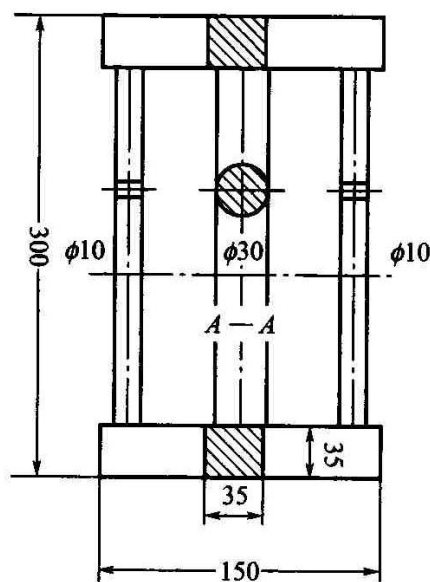

图 2-2-2 应力框铸件
12.图 2-2-2 为应力框铸件，凝固冷却后沿 A-A 线锯断，此时断口间隙大小会产生什么变？试分析原因。